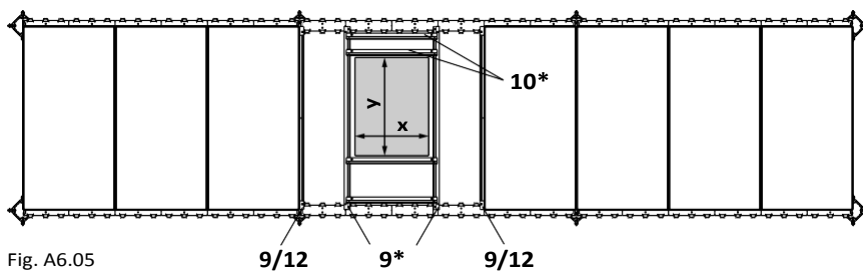

Fig. A6.05
Монтирайте челната гредка SRT 150 (9) вертикално на ръба на панела. Поставете гредката SRT 150 (9*) в окачено положение на колоната. По същия начин поставете гредката SRT 75 (10*) в челната гредка (9*) в окачено положение. (Fig. A6.05 + A6.06)